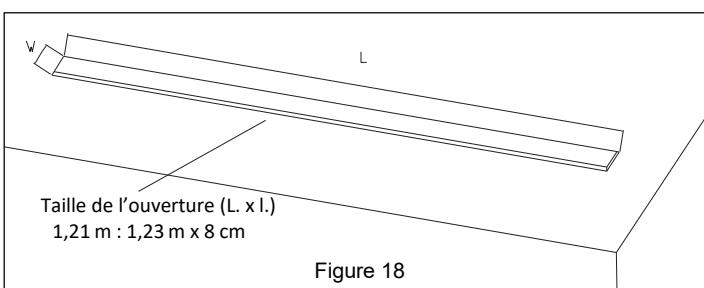

Figure 18
1. Découpez une ouverture à l'endroit où le luminaire sera installé. **Reportez-vous à la Figure 18.**